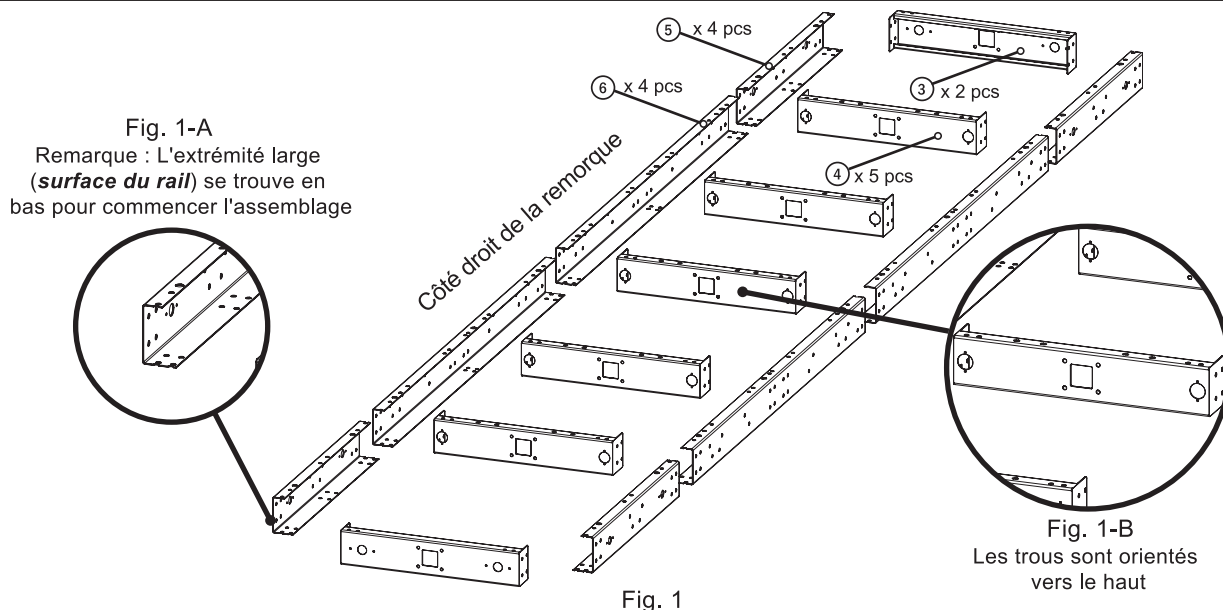

Fig. 1
Étape 4 : Disposez les pièces du châssis. Dans un endroit bien éclairé et avec suffisamment d'espace pour assembler et déplacer la remorque, disposez les poutres de rail (n° 5 et n° 6) comme indiqué sur la fig. 1. Assurez-vous que l'orientation est telle que la surface de rail de la scierie sur les poutres de rail courtes et longues est vers le bas (fig. 1-A). Posez les poutres transversales (n° 3 et n° 4) comme indiqué sur la Fig. 1, en veillant à ce que l'orientation des traverses de la section centrale soit conforme à celle indiquée (Fig. 1-B).
REMARQUE : Commencez l'assemblage en construisant d'abord un côté, puis passez à l'autre côté. Étant donné que le plateau de la remorque est assemblé à l'envers, le côté montré en train d'être assemblé, bien que situé à gauche sur le dessin, est le côté droit de la remorque, comme indiqué sur la fig. 1, jusqu'à ce qu'il soit demandé de retourner le châssis de la remorque.